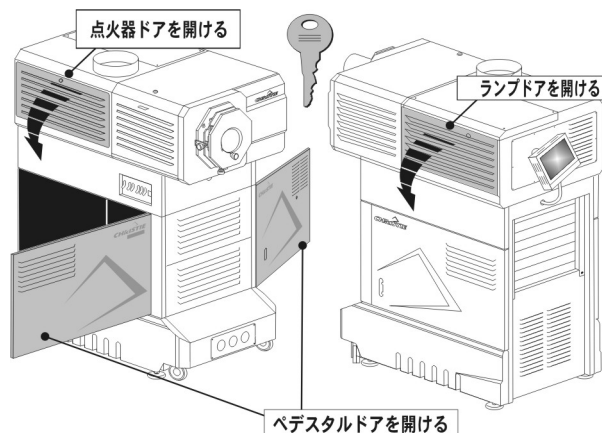

図 2-5 アクセスするためにプロジェクターを開く
1. ペDESTALの両方のドアを開きます (図 2-5)。
2. プロジェクションヘッド部から、操作者側にある後部側面ドアを開け、ランプドアを開けます (図 2-5)。